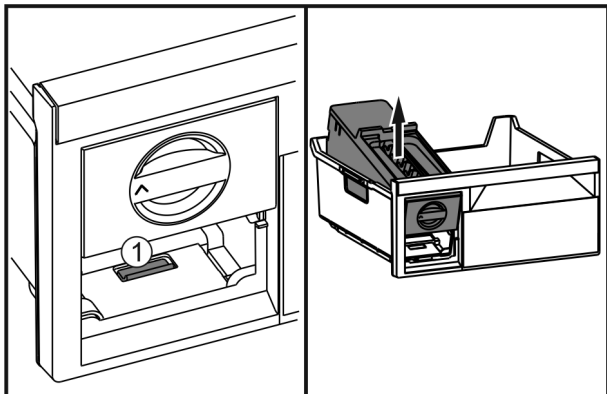

Fig. 63
- ▶ Stlačte západku Fig. 63 (1), EasyTwist-Ice zezadu zvedněte a vyjměte z mrazicí zásuvky.